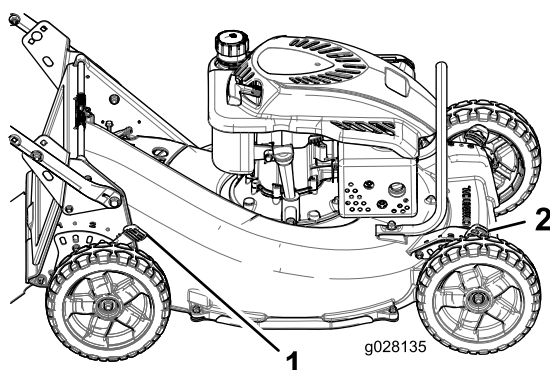

Figure 13
1. Tirez le levier de hauteur de coupe vers la roue (Figure 13) et amenez-le à la position voulue.